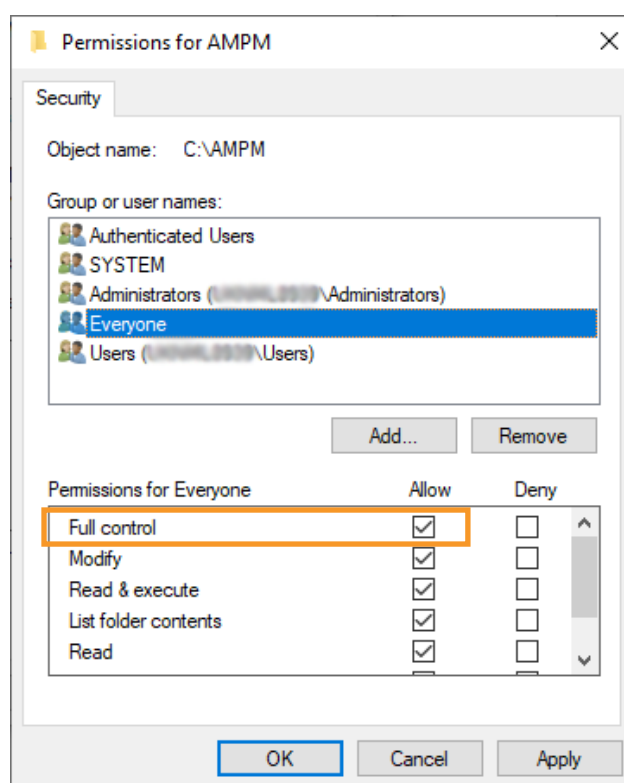

Figura 43 Consentire il "controllo completo"
4. Evidenziare "Everyone" e selezionare "Controllo completo" (vedere Figura 43).